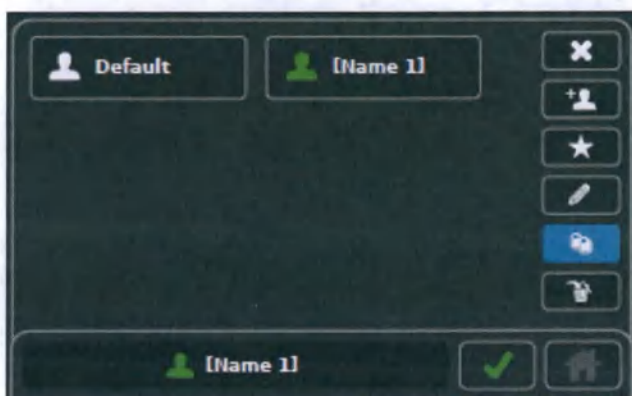

Рисунок 64 — Выбор предварительно установленного параметра для копирования
2. Коснитесь предварительно установленного параметра, который хотите скопировать. Коснитесь кнопки «КОПИРОВАТЬ» (рисунок 64).